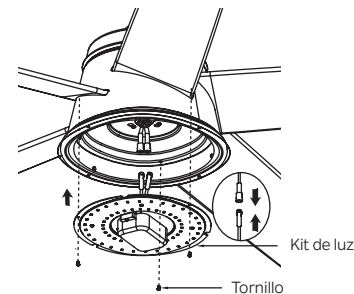

Figura 21
Paso 1. Conecte los 2 conectores de una clavija del kit de luz a los 2 conectores de una clavija del conjunto del motor. Alinee los tres orificios redondos del kit de luz con los orificios de la carcasa del interruptor, apriete firmemente con tres (3) tornillos que se encuentran en el paquete de accesorios del kit de luz. (Figura 21)